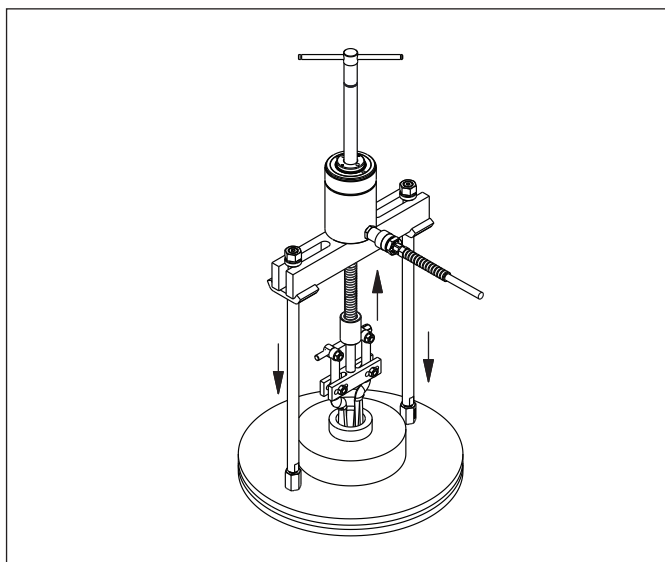

図14: クロスベアリングプーラーとベアリングカップアタッチメント(一般的)
- 取り外すベアリングにプーラーを取り付けます。プーラーのレッグとベアリングカッププーラーのジョーを調整します。図14を参照してください。